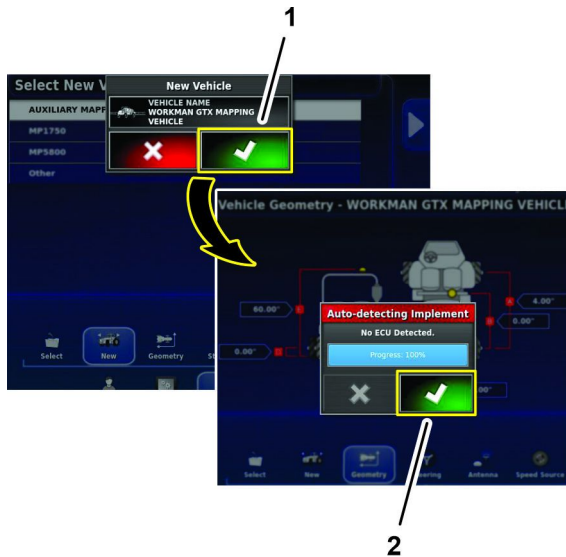

図 187
7. 新規車両ダイアログボックスの中で、承認アイコンを押す 図 187。
8. インプレメント自動検知ダイアログボックス 図 187 で承認アイコンを押す。